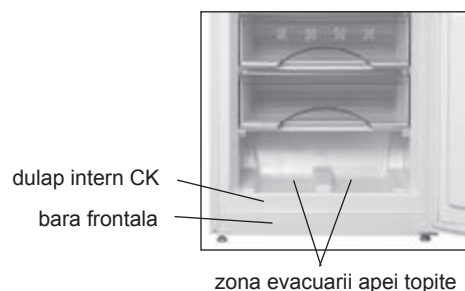

Figura 6 — Colectarea apei topite din CK
- a elimina apa topită din zona scurgerii în conformitate cu figura 6 cu o materie ce absoarbe ușor pe măsura topirii poleiului;